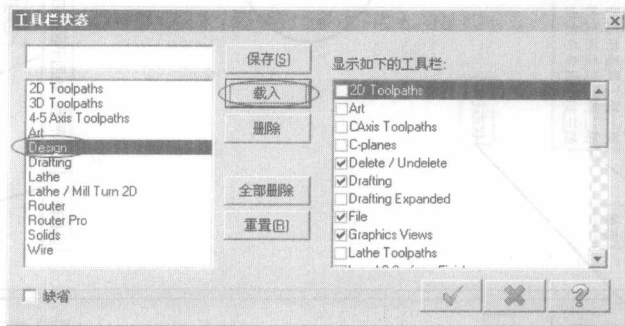
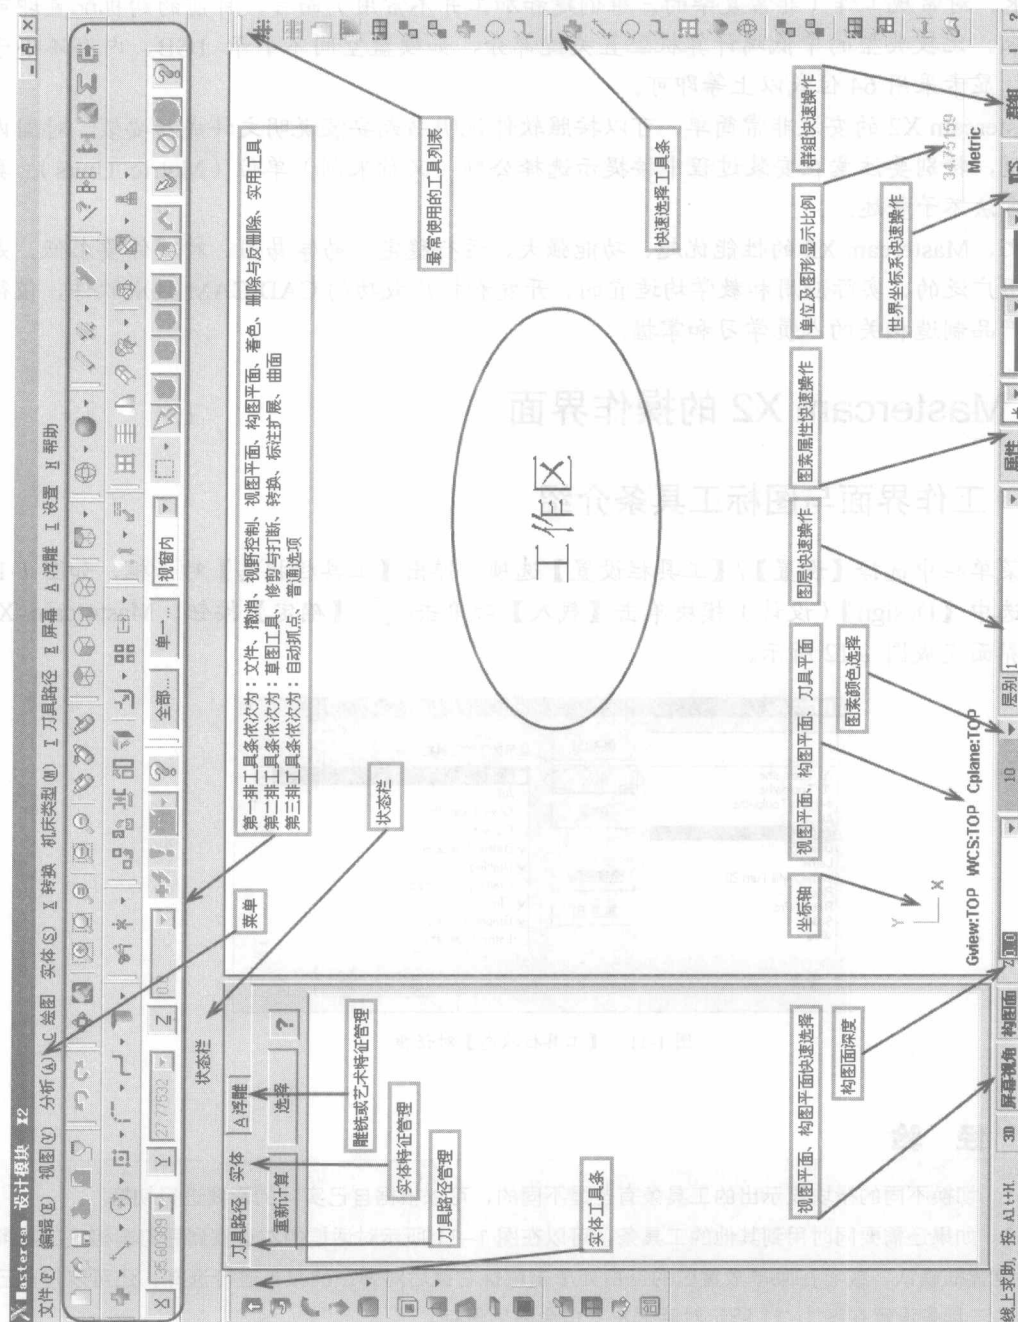

图 1-11 【工具栏状态】对话框
图 1-12 Mastercam X2 的工作界面
在菜单栏中选择【设置】/【工具栏设置】选项,弹出【工具栏状态】对话框,如图 1-11 所示。选中【Design】(设计)模块单击【载入】后单击 ☒ 【确定】按钮,Mastercam X2 的工作界面变成图 1-12 所示。
2. 如果还需要同时用到其他的工具条,可以在图 1-11 所示对话框的右边找到后勾选相应工具条前面的复选框确认,或者在菜单放置区的空白处单击鼠标右键后对弹出的菜单进行选择,还可以将自己个性化的工具条设置在图 1-11 所示对话框左上角命名后保存。